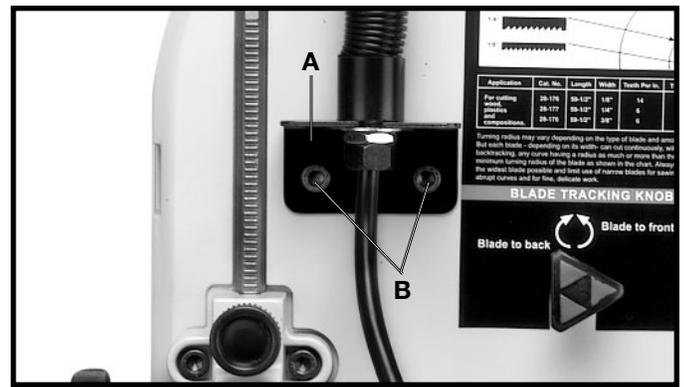

Fig. 13
1. Installez le support de la lampe (A) fig. 13, aux deux trous situés sur le carter supérieur de la machine en utilisant deux vis d'assemblage M6 x 1 x 12 mm (B) et des rondelles-freins de 1/4 po comme il est illustré.